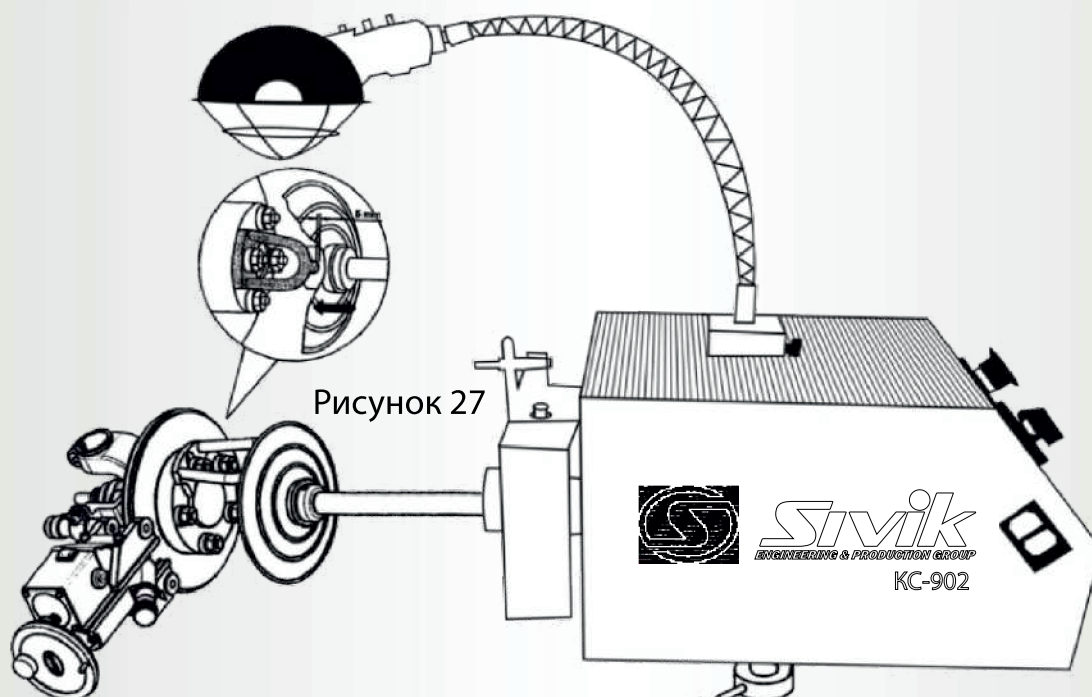

Рисунок 27
5. Пододвиньте приводную скобу к приводному адаптеру, оставив зазор 5 мм (рис. 27).